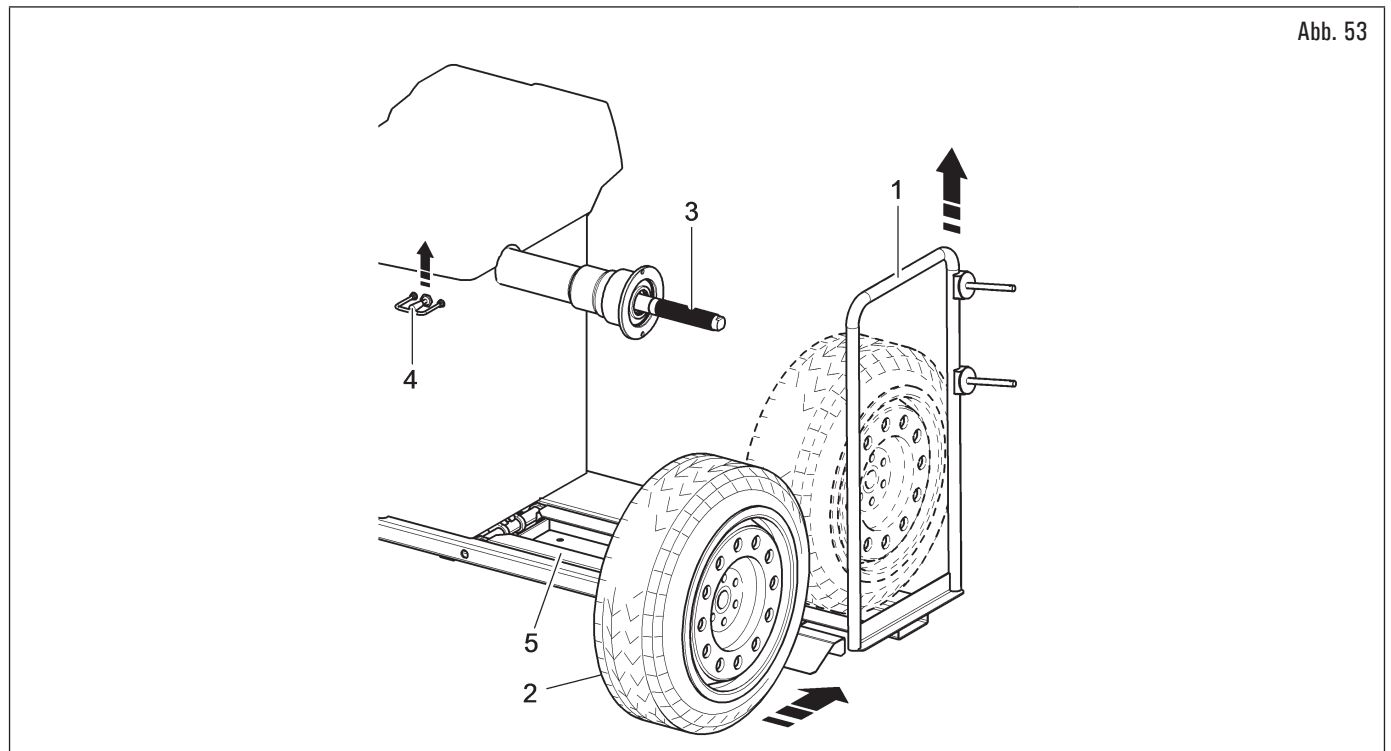

Abb. 53
1. Bringen Sie nach rechts die Radstütze (Abb. 53 Pkt. 1);
2. sämtliche Fremdkörper vom Rad (Abb. 53 Pkt. 2) entfernen: bereits vorhandene Gewichte, Steine und Schlamm; vor dem Aufspannen und der Befestigung des Rads auf die Spindel; sich sicherstellen, dass sie (Abb. 53 Pkt. 3) und die Zentrierzone der Felge sauber sind;
3. das Rad (Abb. 53 Pkt. 2) auf der Radstütze (Abb. 53 Pkt. 1) bringen, mit Felgeninnenseite zur Radauswuchtmaschine gerichtet. Betätigen Sie das Bedienelement der Hubvorrichtung (Abb. 53 Pkt. 4) und es gehoben halten Sie; das Trittbrett (Abb. 53 Pkt. 5) heben lassen;
4. bewegen Sie die Radhalterung nach links (Abb. 53 Pkt. 1) und zentrieren Sie gleichzeitig das Rad auf der Spindel mit minimalem Kraftaufwand, unabhängig von seinem Gewicht;